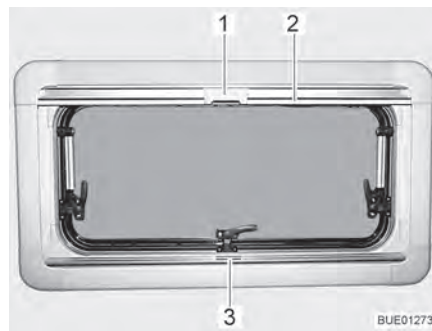
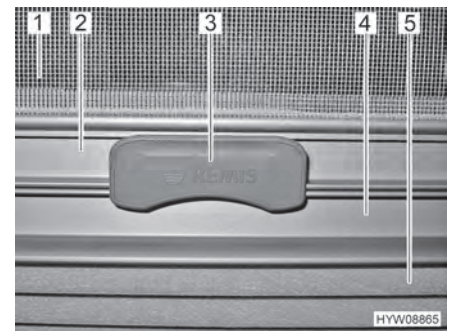

Bild 21 Ausstellfenster
Bild 22 Raste
Die faltverdunklung (Bild 22,5) befindet sich im unteren Rollokasten.
- faltverdunklung in der Mitte der Griffleiste (Bild 21,3 und Bild 22,4) fassen, von unten nach oben ziehen und auf der gewünschten Höhe loslassen. Die faltverdunklung bleibt in dieser Höhe stehen.
Das Insektenschutzrollo (Bild 22,1) befindet sich im oberen Rollokasten.
- Insektenschutzrollo an der Griffleiste (Bild 21,2 und Bild 22,2) nach unten ziehen, bis es an der Griffleiste der faltverdunklung (Bild 22,4) anstößt.
- Raste (Bild 21,1 und Bild 22,3) am Insektenschutzrollo mit der Griffleiste der faltverdunklung verriegeln. Wenn die Raste verriegelt ist, können faltverdunklung und Insektenschutzrollo gemeinsam verstellt werden.
- Raste (Bild 22,3) am Insektenschutzrollo oben drücken.
- Insektenschutzrollo an der Griffleiste (Bild 21,2) langsam zurückführen.